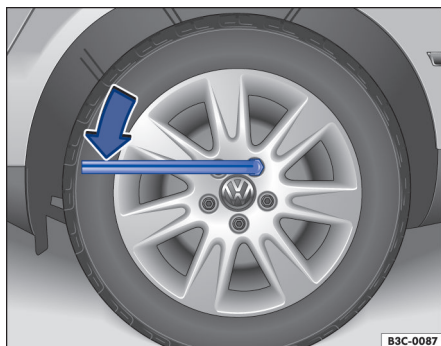

Fig. 177 Troca de roda: Soltar os parafusos de roda.
- Encaixar a chave de roda no parafuso da roda até o fim → Fig. 177.